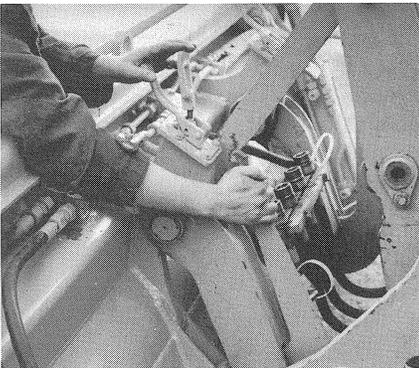

Bild 22
(2) Mit dem Schnellwechselrahmen Schaufel aufnehmen und vom Boden hochheben. Schnellwechselrahmen mit Schaufel so weit ankippen, daß der Schnellwechselrahmen am Schaufelrücken anliegt und die Spannhebel nach vorn gedrückt werden können (Bild 22).